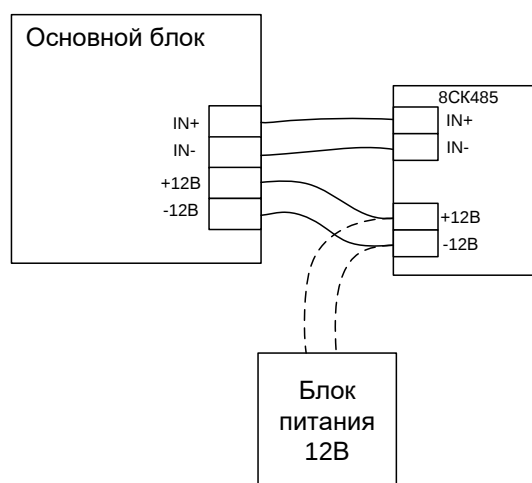

Рис. 2.2. Подключение 8СК485 к основному блоку
- Клеммы "-12В" и "+12В" предназначены для питания устройства. Питание можно подводить от основного блока или использовать адаптер ~220В/12В (см. рис.2.2).
- Для подвода питающих и интерфейсных проводов необходимо снять крышку устройства и закрепить провода в соответствующих им клеммах (см. рис. 2.2., 2.4.,2.5.).